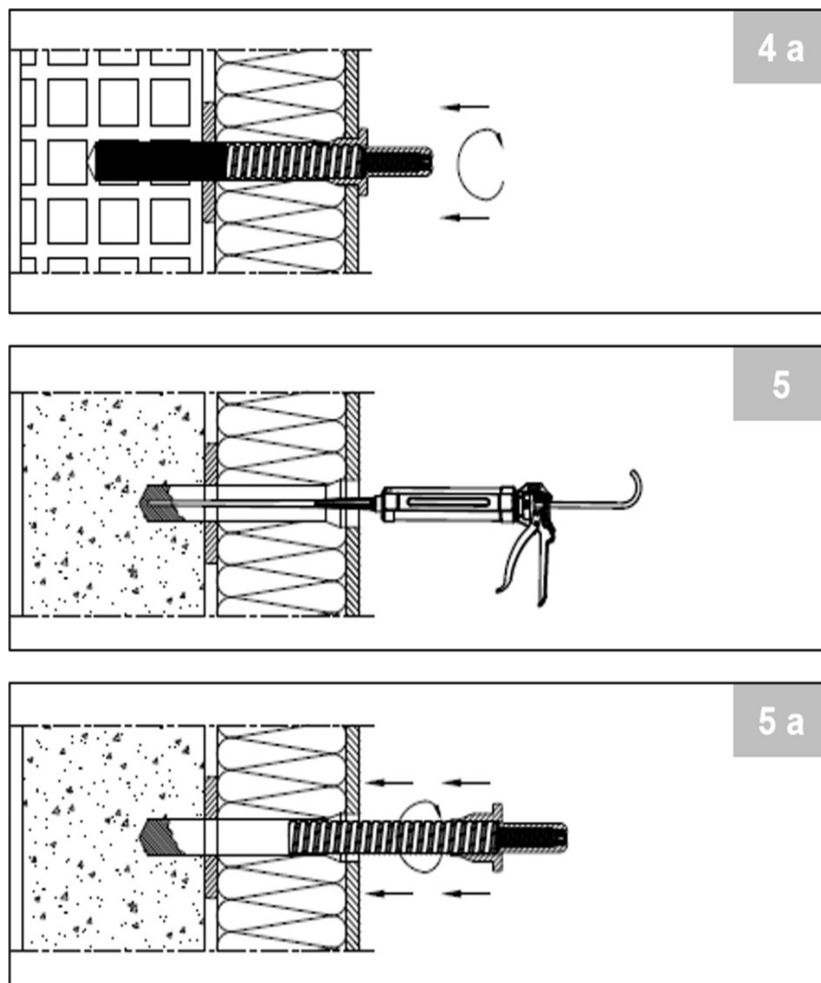

figura 4a, 5, 5a: fase de aplicación StoFix Iso-Bar
- Al emplear los tamices, sacar con cuidado el StoFix Iso-Bar para que la posición del tamiz no varíe, véase la figura 4a.